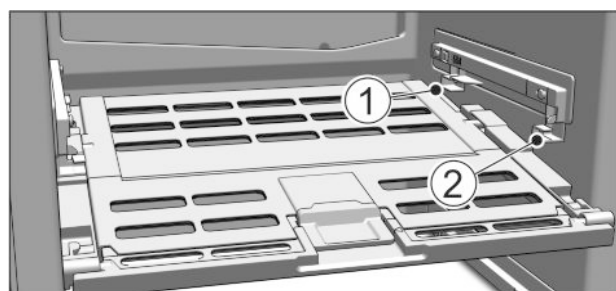

Fig. 50
- ▶ Mettre en place le couvercle du compartiment Fruit & Vegetable : Introduire les rainures du couvercle en bas dans le support arrière Fig. 50 (1) et les insérer dans le support Fig. 50 (2).